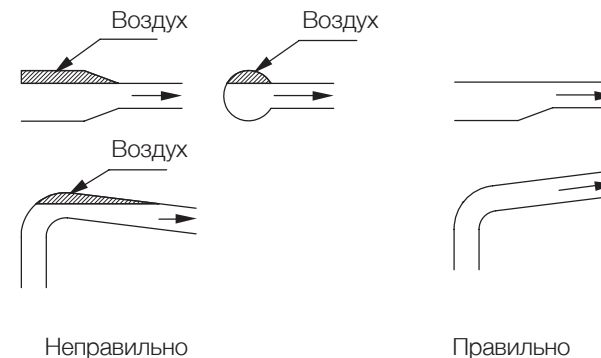

Рисунок 9:
12. Трубы должны быть установлены так, чтобы в них не образовывались пузырьки воздуха, особенно на всасывающей стороне насоса (Рисунок 9)..